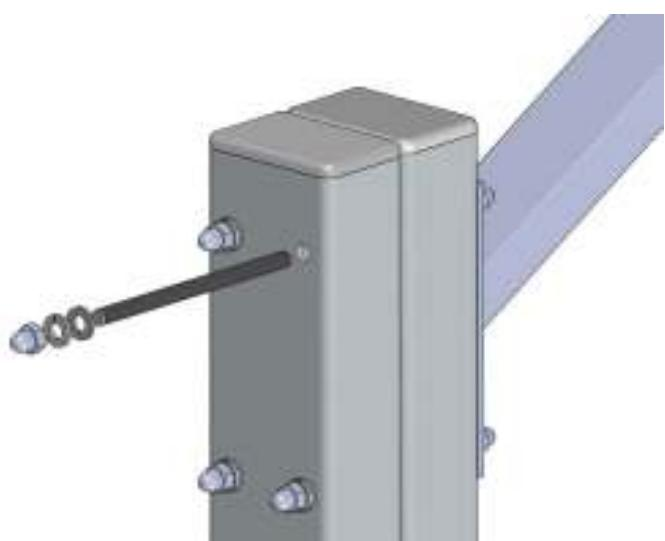

Рисунок 4. Крепление считывателя к стойке
8. Закрепите кронштейн считывателя на стойке (см. рис. 4) при помощи четырех шпилек M6, гаек и шайб, входящих в комплект поставки стойки.